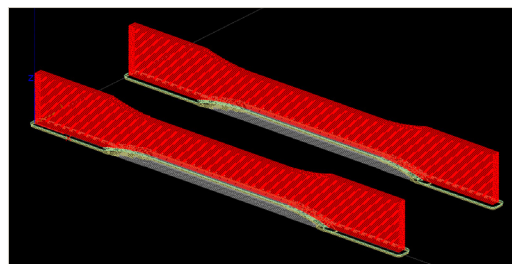

Figura 8. Parte copiata in Insight.
3. Nel menu a destra della schermata (Figura 7), selezionare l'opzione *Sì* accanto a *Mantieni l'originale*, quindi inserire la compensazione dall'origine da cui è necessario copiare la parte. Fare clic su *OK* e la parte verrà copiata nella nuova posizione (Figura 8). Ripetere il processo fino a quando nel file non è presente il numero di copie corretto, rigenerare i percorsi di lavorazione e salvare il processo.